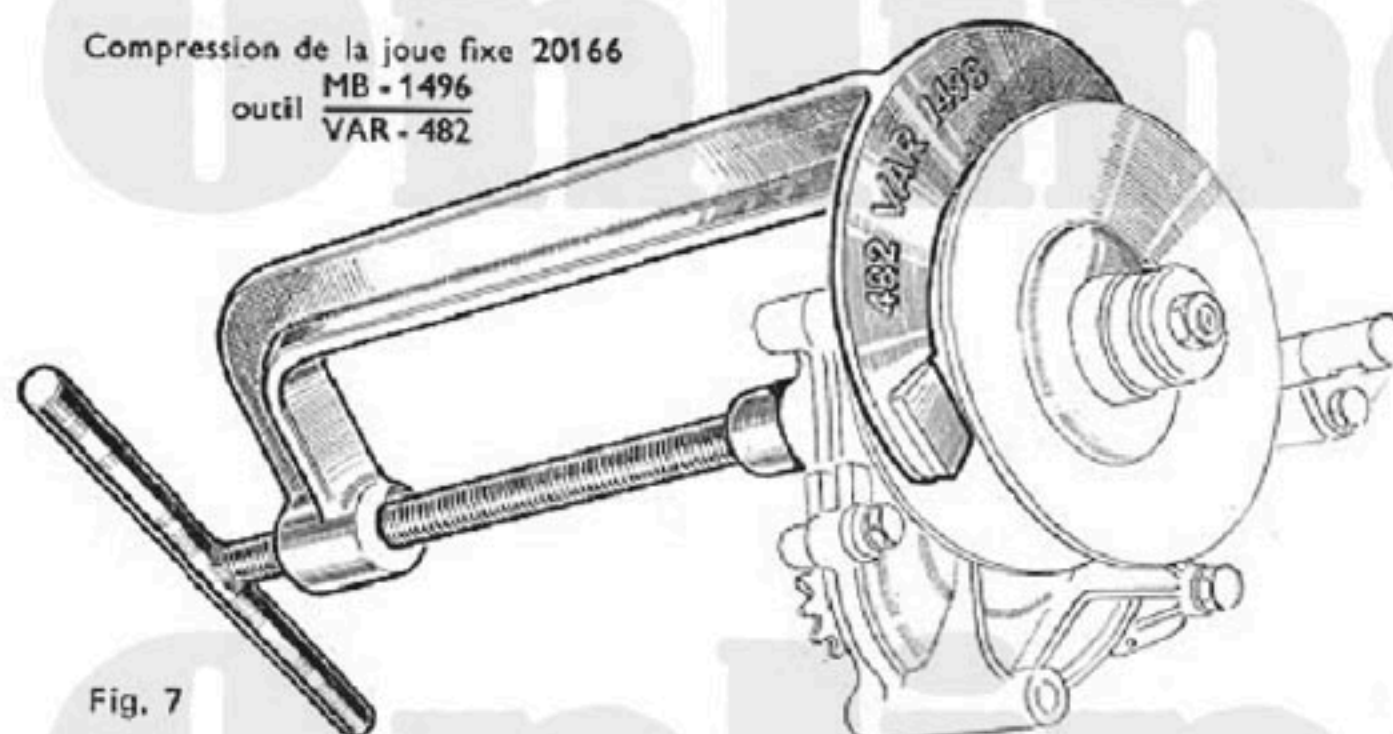

Fig. 7
- Comprimer la joue de poulie N° 20166 avec l'outil compresseur N° $\frac{\text{MB - 1496}}{\text{VAR - 482}}$ Fig. 7.
NOTA. — Le compresseur Fig. 7 permet le démontage de la poulie sans déposer la boîte relais, et ceci sur toutes les machines à boîte relais. Il est toutefois nécessaire de déposer l'échappement complet.
VAR-482 Fig. 7.**